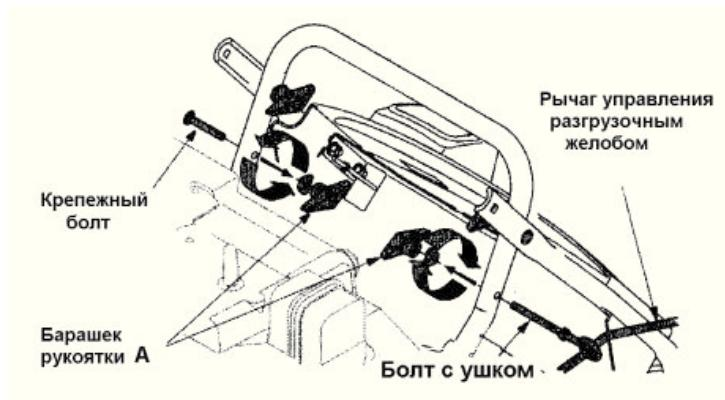

Рисунок 2
1. Снимите барашек А, шайбу и болт, крепящий его справа нижней рукоятки. Смотрите рисунок 2.